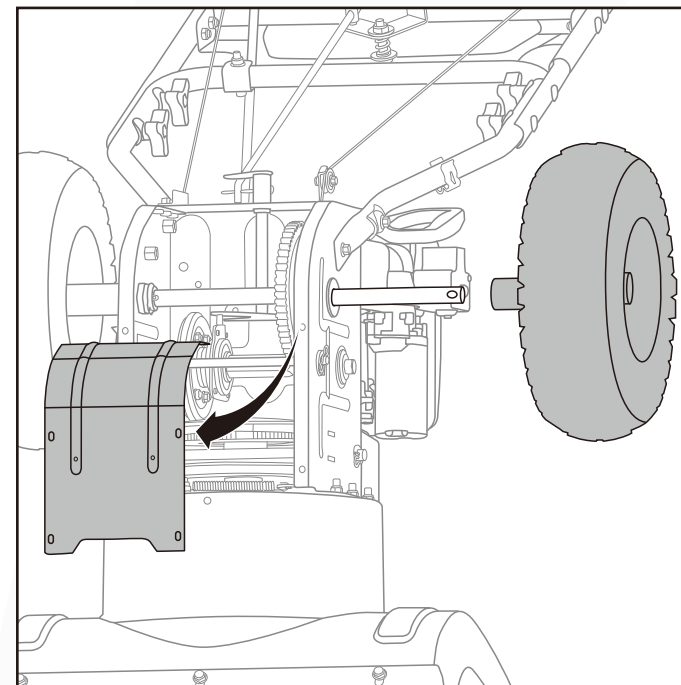

Figura 20A
6. Retire la cubierta del marco desde la parte inferior de la sopladora de nieve quitando los tornillos autorroscantes que la aseguran. Retire la rueda derecha quitando el pasador del eje. (Figura 20A)